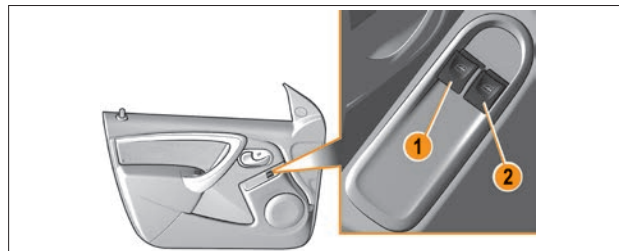

Рис. 4.1.2. Блок управления электростеклоподъемниками А
**Клавиши управления электростеклоподъемниками с места водителя на блоке А (рис. 4.1.2):**